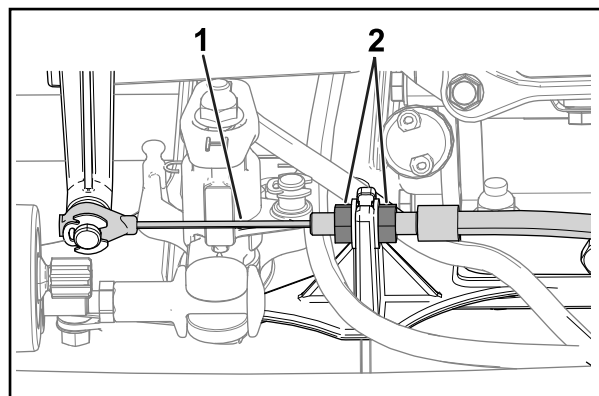
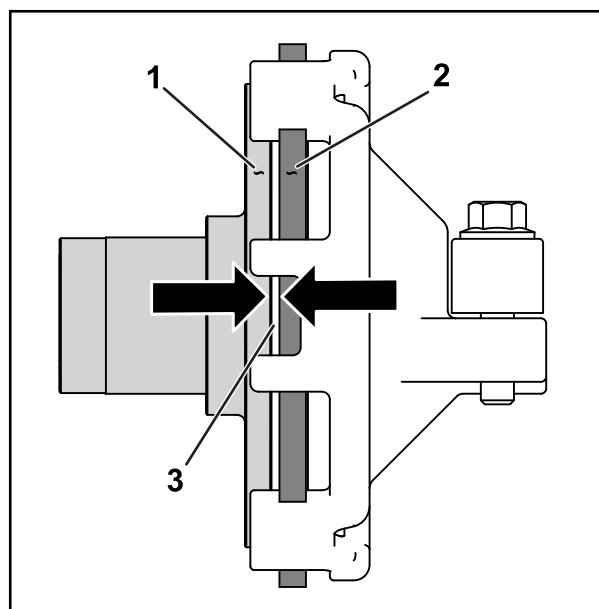

Figura 34
Figura 35
2. Desaperte as porcas de retenção e ajuste o cabo de tração (Figura 34) de forma a que existe uma folga de 1,1 mm entre o disco de fricção e a placa de pressão (Figura 35).